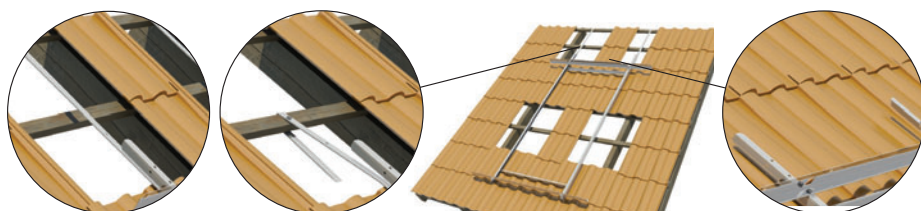

Figura 2.15
- 5 Fissare i tiranti (punto 2) alle travi delle tegole utilizzando una livella (in modo da posizionarle orizzontalmente) e piegarli a mano agganciandoli alle travi delle tegole (Figura 2.15). Perforare e fissare con le viti autofilettanti. Utilizzare una livella per verificarne il corretto posizionamento.